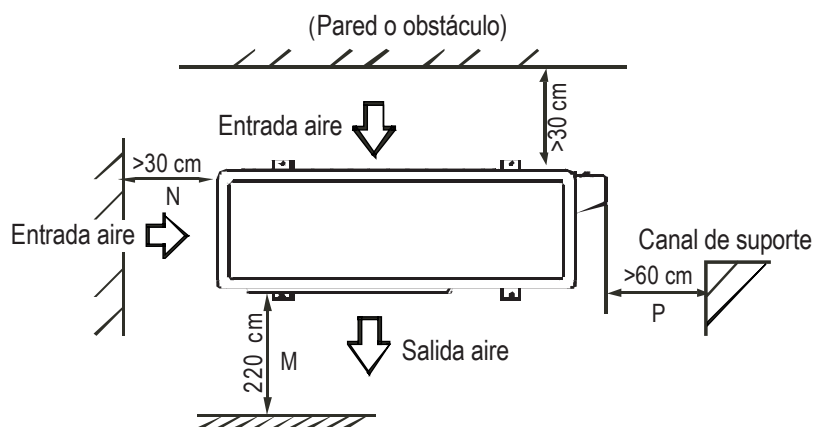

Fig. 6-2
- La distancia mínima entre la unidad exterior y los obstáculos descritos arriba no es válida para lugares herméticos o cerrados. Dejar libres por lo menos 2 de las 3 direcciones indicadas en la Fig. 6-2: